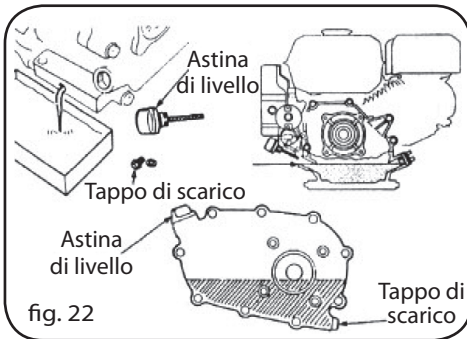

fig. 22
a) Svitare il tappo dell'olio e quello di scarico per far fuoriuscire completamente l'olio. Riavvitare bene il tappo di scarico (Fig. 22).